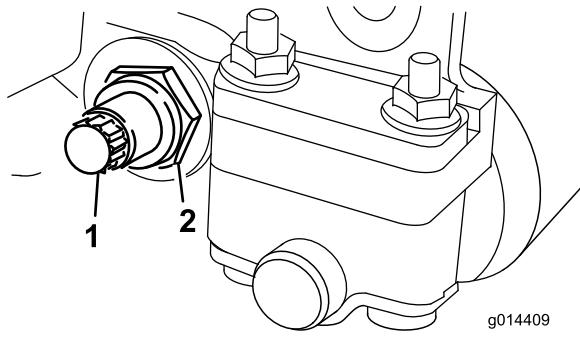

Рисунок 19
- С каждой стороны машины ослабьте контргайку крепления болта планки неподвижного ножа (Рисунок 19).
- Выверните все болты планки неподвижного ножа, чтобы отвести планку вниз и снять ее с болта машины (Рисунок 19).